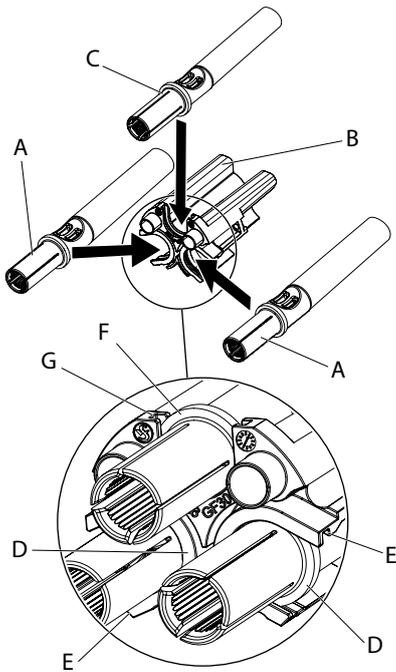

Abb. 21:
1. Hauptkontakte (A) mit angecrimpten Kabeln seitlich in die Kontakthalterung (B) einschieben. Der Bund (D) der Kontakte muss in die entsprechende Führung (E) (**Abb. 21**).
2. PE-Kontakt (C) oben in die Kontakthalterung (B) einschieben. Der Bund (F) des Kontakts muss in die entsprechende Führung (G) (**Abb. 21**).